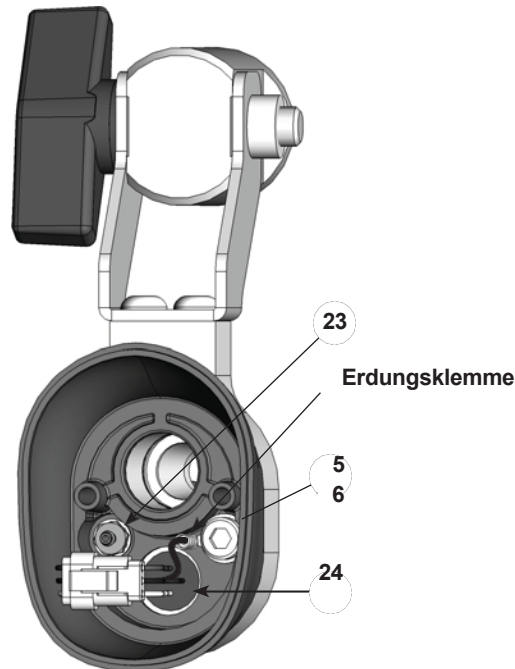

Abbildung 7-3 Demontage der Pistole – Austausch von Kabelbuchse und Stecknippel
5. Einen kleinen Schlitzschraubendreher in den Schlitz an den Kabelbaumsteckern einführen und den Buchsenkabelbaum (24) vom Stromversorgungskabelbaum trennen.
6. Siehe Abbildung 7-3. Den durchsichtigen Luftspülschlauch vom Widerhakenanschluss (23) im Inneren des hinteren Gehäuses.
- a. Siehe Abbildung 7-3. Verwenden Sie einen 4-mm-Sechskantschlüssel, um die Sechskantschraube (25) und die Unterlegscheibe (26) zu entfernen, und trennen Sie die Erdungsklemme ab.
- g. Siehe Abbildung 7-3. Den Erdungsanschluss mit der Sechskantschraube und der Schraube und Unterlegscheibe (25, 26).
16. Siehe Abbildung 7-3. Verbinden Sie den Luftwaschschlauch mit dem Widerhakenfitting und den Strom Stromversorgungskabel an den Kabelbaum der Steckdose an.